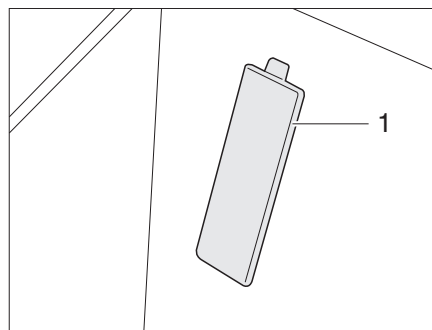

Fig. 373 Cache numéro de châssis (véhicule porteur Fiat)
- ▷ Le numéro de châssis se trouve derrière un cache (Fig. 373,1) dans la zone d'entrée, côté passager sur les véhicules porteurs Fiat.